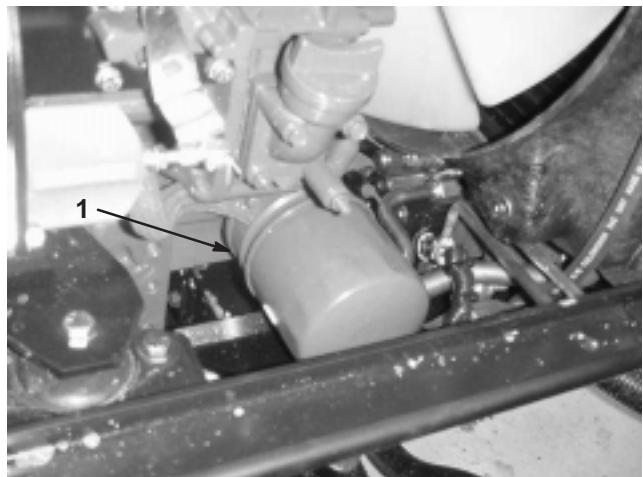

Bild 49
2. Entfernen Sie den MotorölfILTER (Bild 49). Ölen Sie die neue Dichtung am Ölfilter leicht mit frischem Öl ein, bevor Sie den Filter eindrehen. **Nicht zu fest ziehen.**